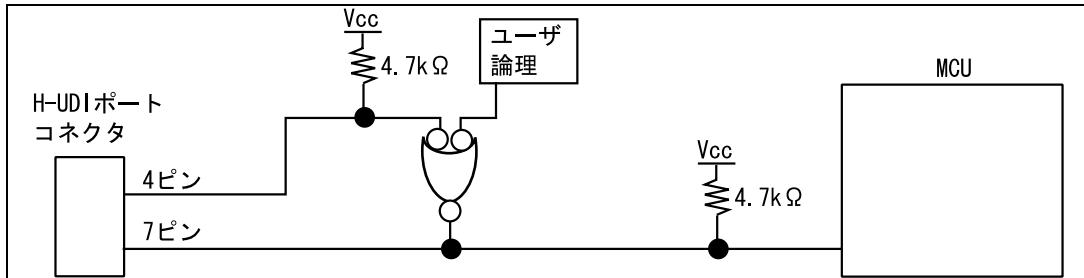

図 1.6 RES#端子の結線
- H-UDI ポートコネクタの 4 ピンの RES# 端子は E10A エミュレータが MCU に対して出力する信号線です。ユーザ論理のリセット回路と 4 ピンの RES# 端子を図 1.6 のようにして、MCU に結線してください。また、H-UDI ポートコネクタの 7 ピンの RES# 端子は E10A エミュレータコネクタが MCU の RES# 端子をモニタする信号線です。ブルアップの上、H-UDI ポートコネクタの 7 ピンに結線してください。